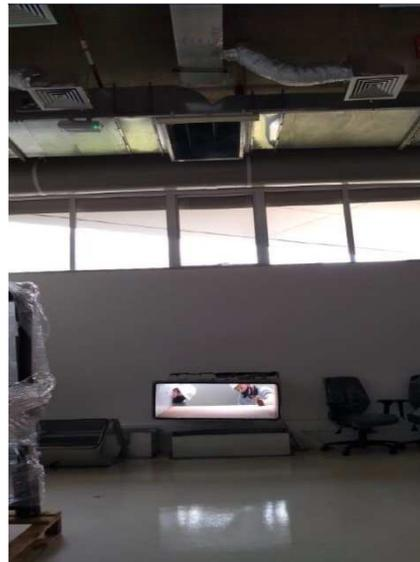

Figura 14 – Sala 442E2 – Duto em desmontagem
- 3.19 O duto de insuflamento do VI-614-08 foi desmontado no lado externo do prédio e dentro da sala 442E2, conforme mostrado na Figura 14. O furo na parede dessa sala para passagem do duto foi fechado. A instaladora deve refazer esse duto na altura da janela para não ocupar a sala. Deve ser considerado no escopo as obras civis necessárias para essa transposição do duto pela janela.